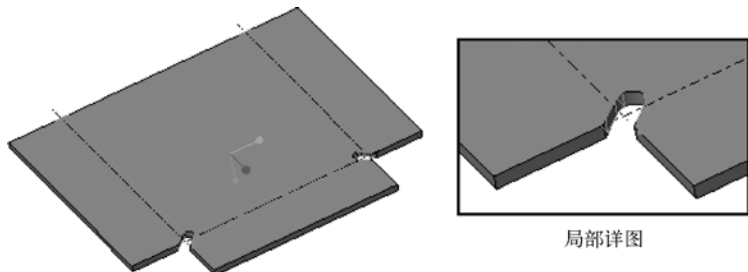

图 3-64 展平的效果
- (1) 在功能区“模型”选项卡的“折弯”组中单击 （展平）按钮，打开“展平”选项卡。
- (2) 默认选中“展平”选项卡中的 （自动选择的参考）按钮，以自动选择所有弯曲的曲面或边，并接受零件的默认固定几何参考。
- (3) 在“展平”选项卡中单击 （完成）按钮，展平的钣金件如图 3-64 所示。